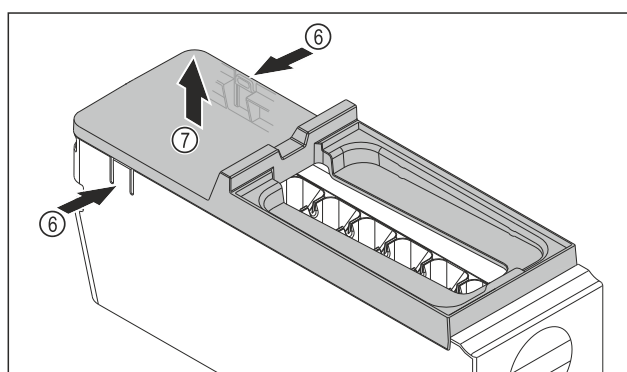

Fig. 84
- Ta bort skyddet på EasyTwist-Ice-enheten: Tryck på skenorna Fig. 84 (6) på båda sidor av EasyTwist-Ice-enheten med en hand.
- Ta bort skyddet Fig. 84 (7) uppåt med andra handen.